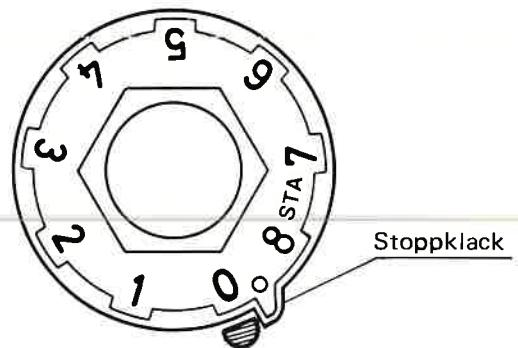

Fig. 3
5. Öppna ventilen tills visaren når stoppklacken (Fig. 3). Ventilen är förinställd.